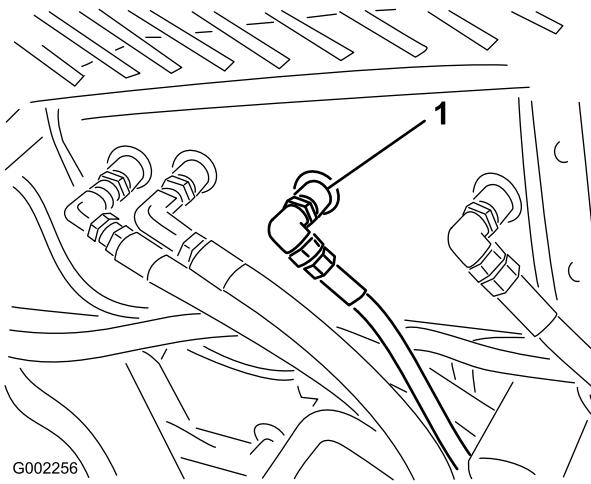

Bild 60
2. Reinigen Sie den Bereich um einen Hydraulikschlauchanschluss unten am Hydrauliköltank (Bild 60).
4. Nehmen Sie den Schlauchanschluss vom Tank ab und lassen Sie das Öl in die Wanne laufen (Bild 60).